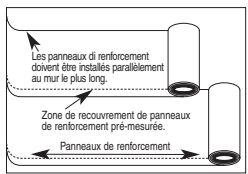

Figure 12
- La sous-couche du plancher flottant comporte déjà un ruban à double face qui permet de raccorder les sections de sous-couche qui se chevauchent (Figure 12). Si la sous-couche ne requiert pas un adhésif, apposer le ruban fourni sur toutes les jointures.